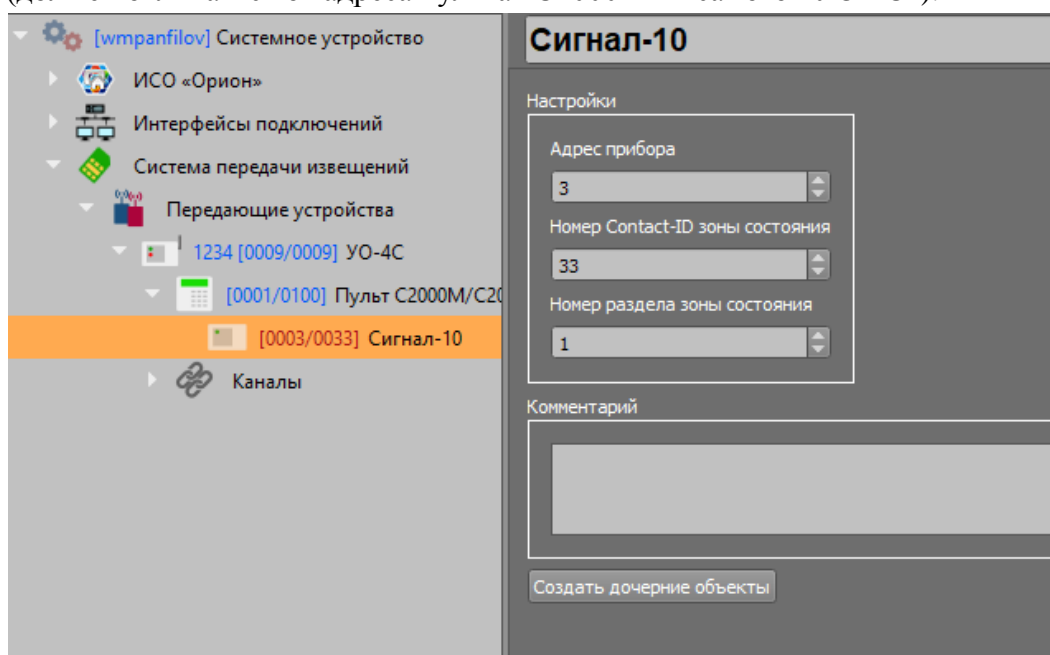

Рисунок 3-21. Свойства объекта «Прибор»
- б) В свойствах объекта «Прибор» (Рисунок 3-21) укажите адрес прибора по 485 линии (должен отличаться от адреса пульта «С2000М» и самого «УО-4С»).